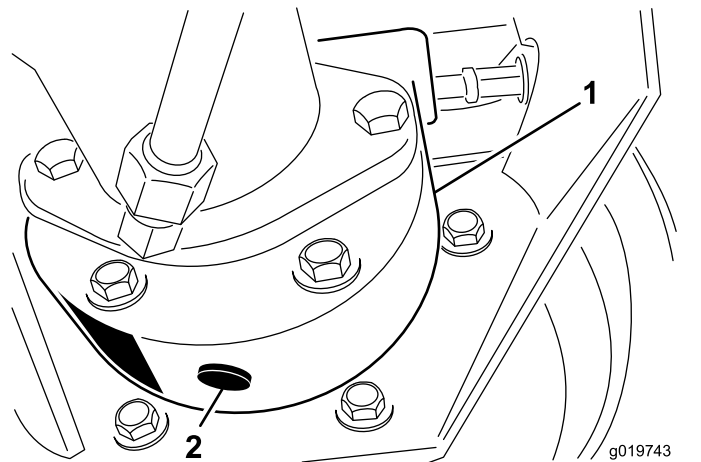

Bild 68
3. Stellen Sie eine Auffangwanne unter das Bremsgehäuse, entfernen Sie die Ablassschraube und lassen das Öl ablaufen (Bild 68).